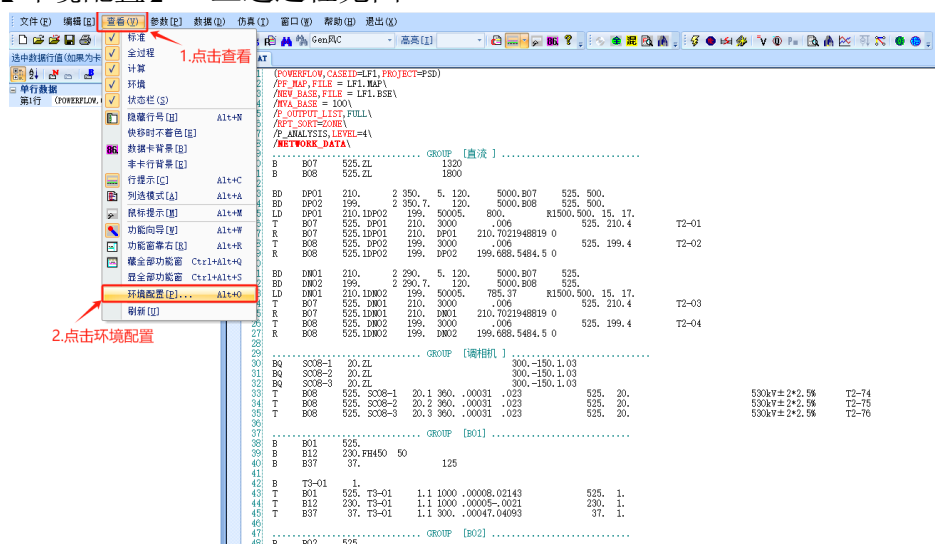

图 1 环境配置
1) 本算例基于电力系统仿真软件 (PSD-BPA) 开发, 打开 PSDEdit 仿真应用智能集成平台, 点击界面左上方的【查看】, 点击后弹出菜单栏, 点击菜单栏中的【环境配置】。上述过程见图 1。